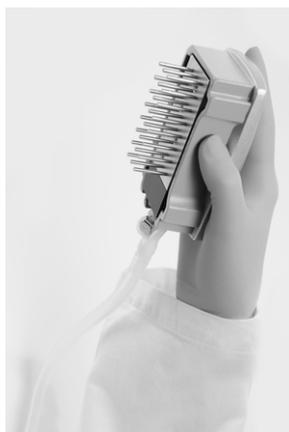

Figura 3. Ilustração da ferramenta de vácuo erguida excedendo um ângulo de 90° na vertical.
9. Erga a ferramenta de vácuo para cima e para trás excedendo um ângulo de 90° na vertical por 5 segundos para drenar o líquido das sondas de filtro (Figura 3).
14. Erga a ferramenta de vácuo para cima e para trás excedendo um ângulo de 90° na vertical por 5 segundos para drenar o líquido das sondas de filtro (Figura 3).
15. Desligue (Off) o interruptor de vácuo na ferramenta e coloque a ferramenta na posição Parada (P).